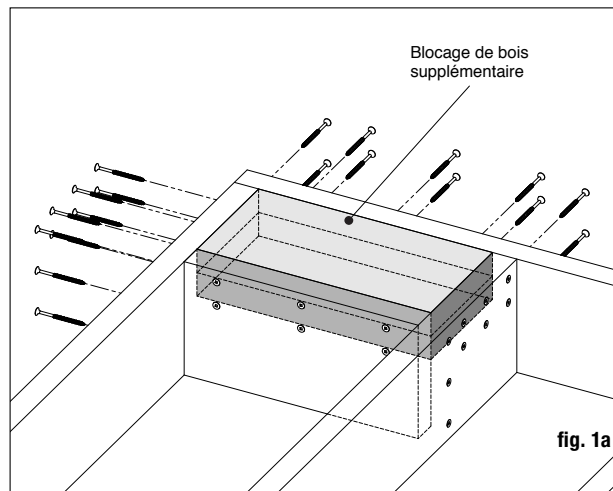

fig. 1a
**Étape 1** Installez les poteaux en attachant la base en aluminium à la surface de la terrasse. Placez le poteau afin que l'attache entre dans la solive du sol, et vérifiez que le platelage est fermement attaché à la solive à l'emplacement des poteaux. Au besoin, utilisez des blocs de bois solidement fixés à la structure de des solives comme renforcement en dessous de la terrasse à l'emplacement des poteaux (fig. 1a). Les attaches qui maintiennent la base du poteau à la surface devraient être en mesure de fixer la solive ou les entretoises de renforcement, en plus de fixer la terrasse. *Remarque :* Lors de l'installation du poteau en aluminium en haut d'une surface en bois, les vis doivent être insérées à une profondeur d'au moins 7,6 cm (3 po) du bois solide (sans inclure la terrasse). Les planches de terrasse de 3,2 cm ou 3,8 cm (5/4 po ou 1 1/2 po) ne fournissent pas de matériel suffisant pour une installation sécuritaire. Au besoin, ajoutez du matériel supplémentaire sous la surface.